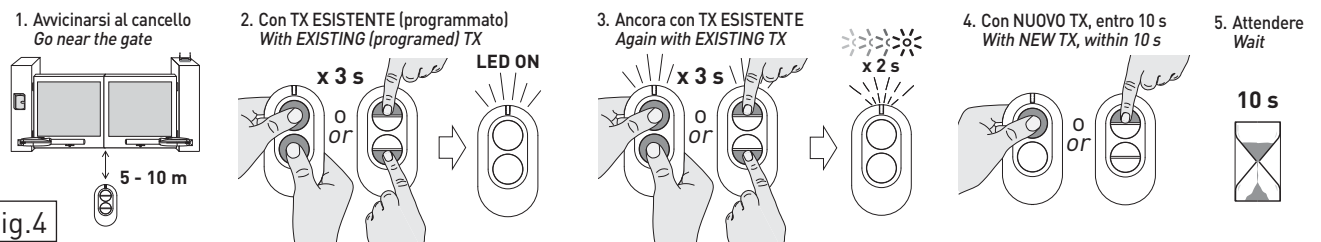

Fig.4
5. Memorizzazione a distanza (esclusi modelli ZEN2C / ZEN4C) (Fig.4)
Per memorizzare nuovi trasmettitori senza agire sul ricevitore radio seguire la procedura illustrata in Fig. 4, o comunque nelle istruzioni del trasmettitore in uso. Per il nuovo trasmettitore verranno memorizzati gli stessi tasti del trasmettitore già presente in memoria usato per avviare la procedura.
5. Remote storage (excluding models ZEN2C / ZEN4C) (Fig.4)
To memorise new transmitters without using the radio receiver, follow the procedure shown in Fig. 4 or in the instructions for the transmitter in use.
5. Mémorisation à distance (excepté modèles ZEN2C / ZEN4C) (Fig.4)
Pour mémoriser de nouveaux émetteurs sans agir sur le récepteur radio, suivre la procédure illustrée dans la Fig. 4, ou en tout cas dans la notice d'emploi de l'émetteur utilisé. Pour le nouvel émetteur, les touches de l'émetteur déjà présent dans la mémoire et utilisé pour démarrer la procédure seront mémorisées. En configurant le cavalier ML=OFF, il est possible de désactiver la mémorisation à distance. Une fois que la procédure est lancée, la mémoire du récepteur reste ouverte pendant 10 s après la dernière réception. Il est cependant possible de terminer la procédure à l'avance en appuyant sur une touche quelconque de l'émetteur utilisé pour démarrer la procédure.